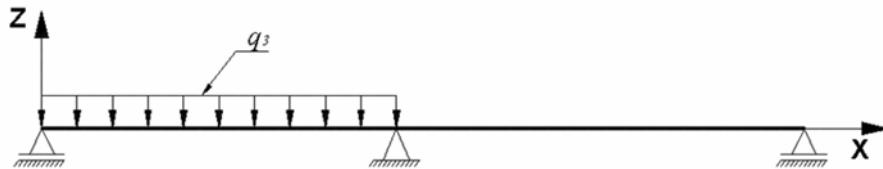

Рис.7.5. Схема загружения 3 балки
- загружение 3 – равномерно распределенная в первом пролете $q_3 = 0.87 \text{ тс/м}$ (рис.7.5);